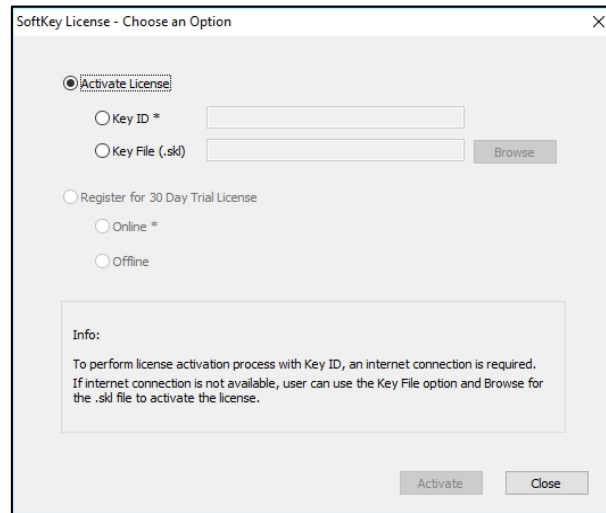

図9. ライセンスの有効化
- a. **CHOOSE AN OPTION** ページ (図9) で **[KEY ID]** を選択します。
- b. **CHOOSE AN OPTION** ページ (図9) で **「KEY FILE」** (.skl) を選択します。